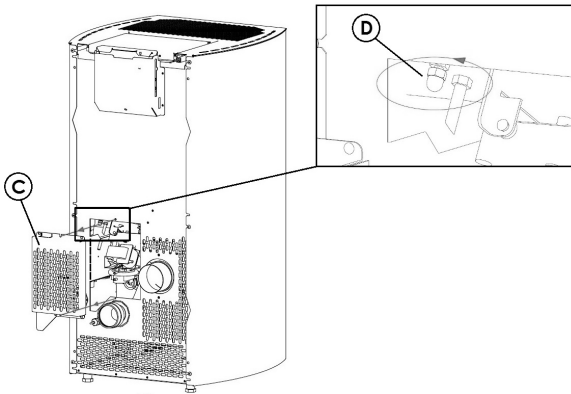

Fig. 75 - Abnehmen der Inspektionsabdeckung
- Das Netzkabel zuerst an der Rückseite des Ofens anschließen (siehe **Fig. 75**) und dann an einer elektrischen Steckdose an der Wand.
- Der Hauptschalter 0/I (siehe **Fig. 75**) wird nur betätigt, um den Ofen einzuschalten, ansonsten sollte er ausgeschaltet sein.